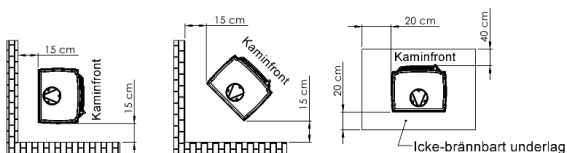

Fig.2. Säkra avstånd mellan ugnen och obrännbara delar.
- det rekommenderade avståndet från ICKE BRANDFARLIGA delar är inte mindre än 15 cm (fig. 2)